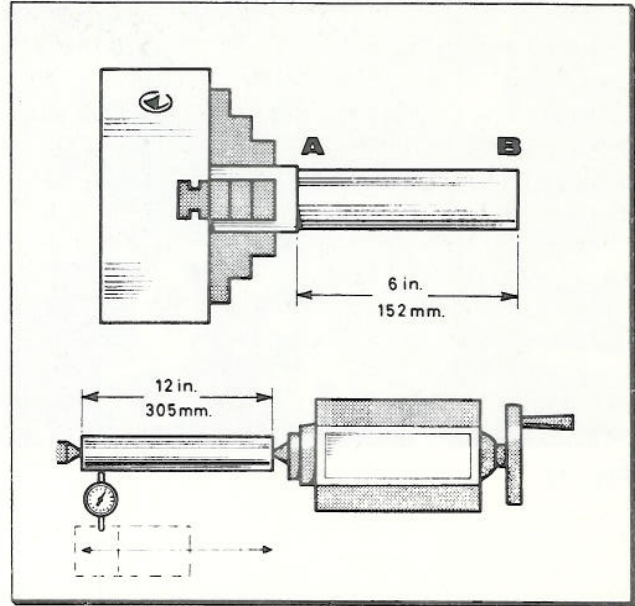

Fig. 17
**Headstock check:** Take a light cut with a keen tool over a 6 in. (150 mm) length of 2 in. dia. (50 mm) steel bar gripped in the chuck but not supported at the free end. Micrometer readings at each end of the turned length (at A and B of Fig. 17) should be the same.
**Tailstock check:** Using a 12 in. (305 mm) ground steel bar fitted between headstock and tailstock centres, check the alignment by fitting a dial-test indicator to the topline and traversing the centre line of the bar (lower sketch, Fig. 17). To correct error release the tailstock clamp lever and adjust the two set-over screws provided. Continue with checking and correction until the alignment is perfect.
**Contrôle de la poupée:** Prendre une passe légère avec un outil bien affûté sur une barre d'acier de 150 mm de long et de 50 mm de diamètre serrée dans le mandrin et non supportée à son extrémité libre. Le contrôle au micromètre effectué aux deux extrémités de la longueur tournée (A et B de la figure 17) doit donner le même diamètre.
**Contrôle de la contre pointe:** En utilisant une barre d'acier rectifiée de 305 mm, placée entre pointes entre la poupée fixe et la contre pointe, vérifier l'alignement en plaçant un comparateur sur la coulisse supérieure et en déplaçant le chariot pour vérifier la barre à hauteur de l'axe (croquis du bas, Fig. 17). En cas de défaut d'alignement, desserrer le levier de blocage de la contre pointe et régler les deux vis de décalage prévues. Répéter les contrôles et les opérations de correction jusqu'à ce que l'alignement soit parfait.
**Prüfung des Spindelstockes:** Hierzu wird ein Stück Rundmaterial mit einem leichten Span auf eine Länge von ca. 150 mm bei einem Durchmesser von etwa 50 mm mit einem gut geschliffenen Drehwerkzeug fliegend überdehnt. Beim Messen müssen Anfang und Ende des Materials das gleiche Mass ergeben (bei A und B in Abb. 17).
**Prüfung des Reitstockes:** Eine geschliffene Welle von ca. 300 mm Länge wird zwischen den Spitzen des Spindel- und Reitstockes aufgenommen. Eine Messuhr wird am Obersupport angebracht und durch Verschieben des Bettschlittens entlang der Wellenachse wird die Flucht geprüft (unter Skizze in Abb. 17).